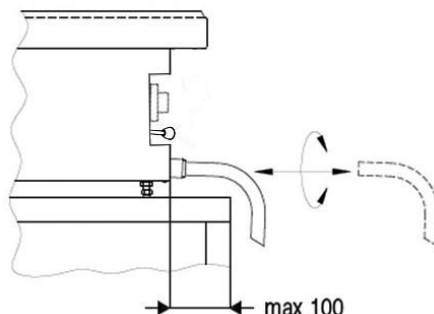

Рис. 3. Установка сливной трубки
Важно! При установке гриля на стол, необходимо предусмотреть расстояние в 100 мм для установки сливной трубки (см. рис.3).
2. Возьмите фильтр, как показано на рис.3а и вставьте его в направляющие.